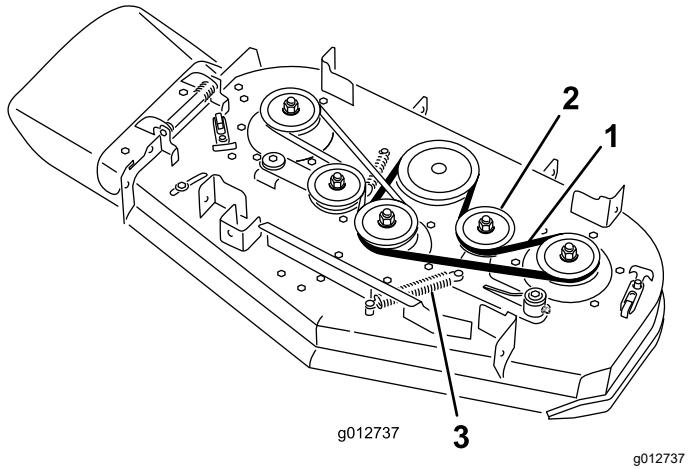

Figure 65
- A. Décrochez le ressort du tenon d'ancrage sur le bras de la poulie de tension (Figure 65).
- B. Enlevez la courroie usée du plateau de coupe (Figure 65).
- C. Placez une courroie neuve sur les poulies du plateau de coupe, la poulie d'embrayage et la poulie de tension (Figure 65).